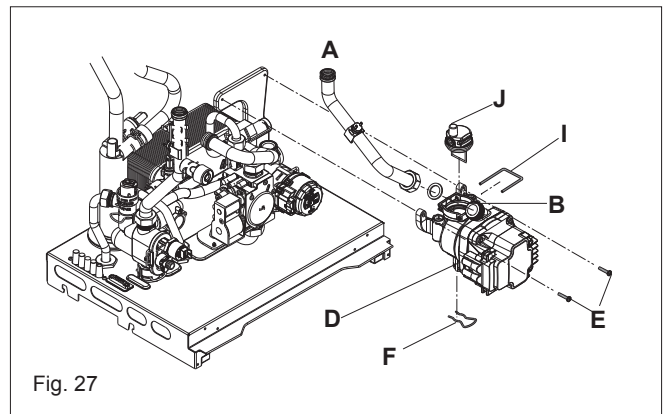

Fig. 27
7.11 PUMP ASSEMBLY (Fig. 27)
7.13 LOWER AUTOMATIC AIR RELEASE VALVE (Fig. 27)